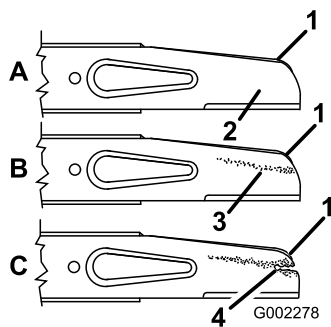

Bild 21
Prüfen Sie vorsichtig die Schärfe und Abnutzung des Messers, besonders an den Stellen, an denen sich flache und gebogene Teile berühren (Bild 21A). Da Sand und anderes reibendes Material das Metall abschleifen kann, das die flachen mit den gebogenen Teilen verbindet, müssen Sie das Messer vor jedem Einsatz des Rasenmähers prüfen. Wenn Sie einen Schlitz oder eine Abnutzung (Bild 21B und C Bild 21) feststellen, tauschen Sie das Messer aus, siehe Entfernen des Messers (Seite 21).
2. Nehmen Sie die Messerschraube, Sicherungsscheibe, den Beschleuniger und das Messer ab (Bild 21).